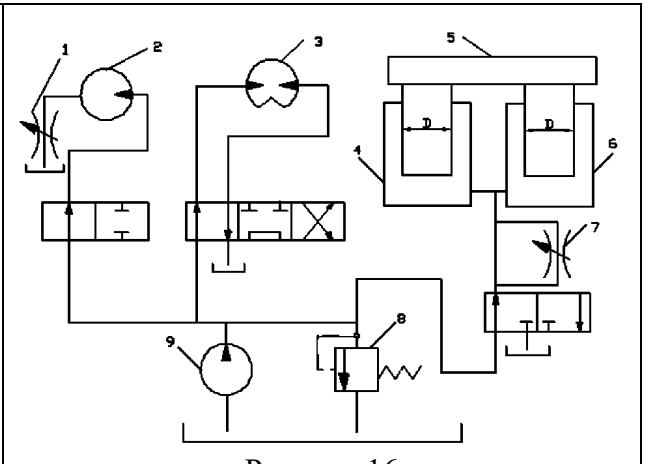

Рисунок 16
16. Плунжер диаметром $D = 200$ мм в каждом гидроцилиндре 4 и 6 (рис. 16) уплотняется посадкой. Определить расход масла через гидродроссель 7 при опускании груза 5 со скоростью $v = 3,18$ дь/мин с учетом объемного КПД каждого гидроцилиндра $\eta_{об} = 0,99$.